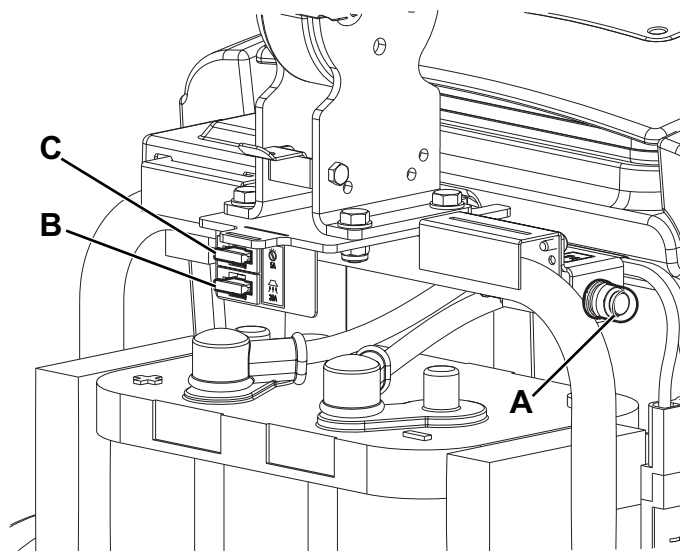

Figure 8
2. Contrôler que la manette (31) du sélecteur de fonctions soit en position « 0 » et débrancher le connecteur de la batterie (7).
3. Ouvrir le couvercle (4) et contrôler si les fusibles suivants sont débranchés ou intacts (Fig. 8) :
- (A) : Fusible restaurable F1 (35 A), moteur brosse.
- (B) : Fusible à lamelle F2 (30 A), moteur système d'aspiration.
- (C) : Fusible à lamelle F3 (5 A), composants auxiliaires.Restaurer ou remplacer le fusible après avoir vérifié et éliminé la cause qui a déterminé la coupure.
4. Fermer le couvercle (4).